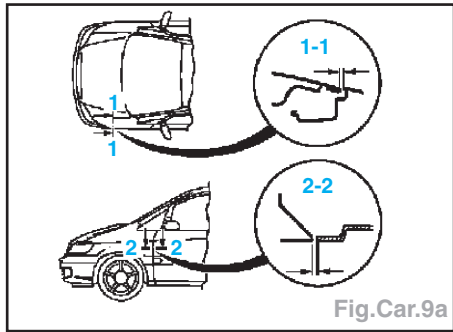

Fig.Car.9a
- Respecter les cotes d'écartements au remontage (mm) (Fig.Car.9a) :